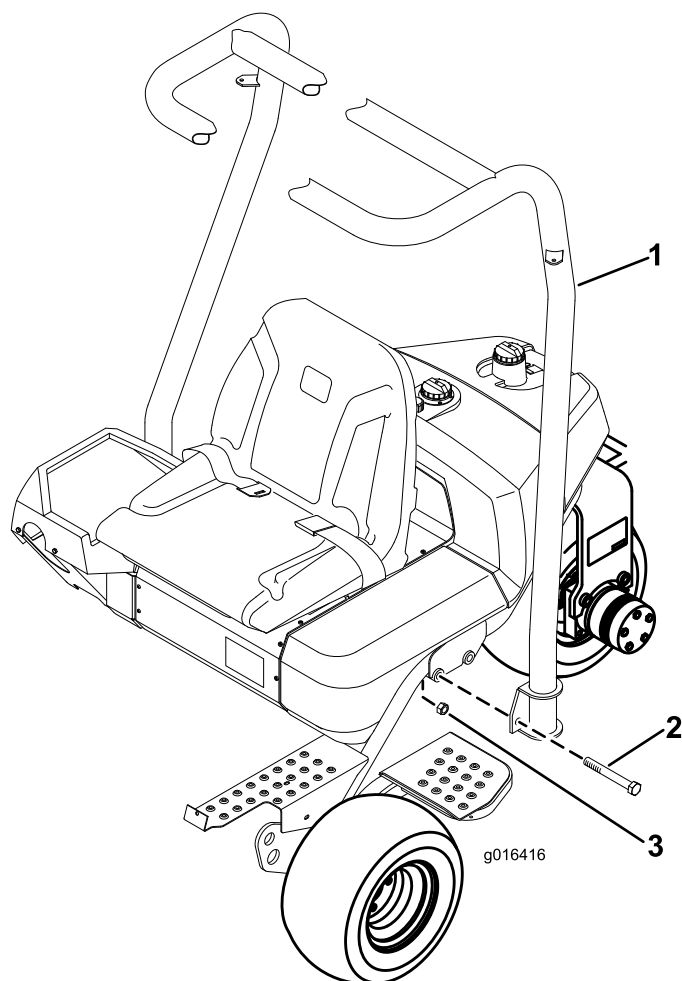

Figure 7
1. Positionnez le ROPS de sorte que la partie courbe en haut du tube soit dirigée vers l'avant de la machine (Figure 7).